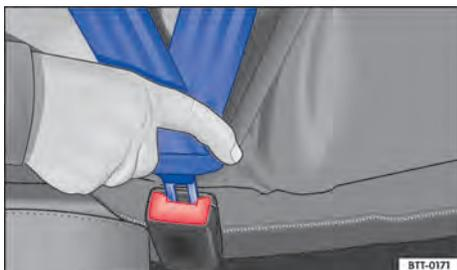

Fig. 18 Introduzir a lingueta do cinto de segurança no fecho do cinto de segurança.
4. Introduzir a lingueta do cinto de segurança firmemente no fecho do cinto de segurança pertencente ao assento → Fig. 18.